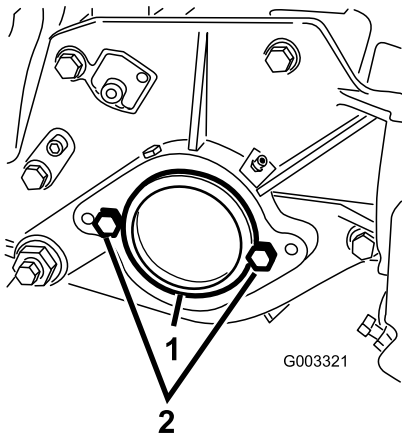

图7
2. 在滚刀组右侧，从轴承座中取下塑料盖(图7)。
3. 从右侧板卸下 2 个平头螺丝(图7)。
2. 平头螺丝 (2)
5. 将 2 个滚刀马达安装平头螺丝，宽松地安装至滚刀组左侧板(图7)。